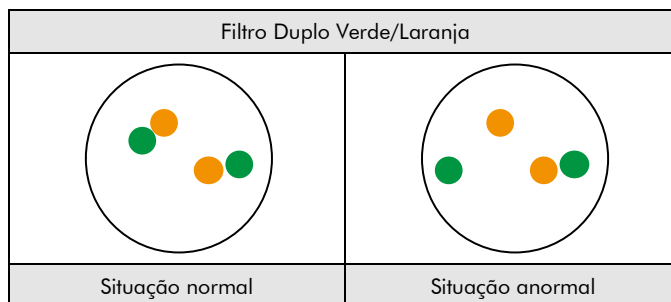

Fig. 2: Resultados esperados em núcleos normais e anormais
**Situação normal:** Em interfases de células normais ou em células sem translocação envolvendo a região do gene CFBF, são visíveis dois sinais de fusão verde/laranja (ver Fig. 2).
**Situação anormal:** Uma região do gene CFBF afetada por uma translocação é indicada por um sinal verde e laranja separados (ver Fig. 2).